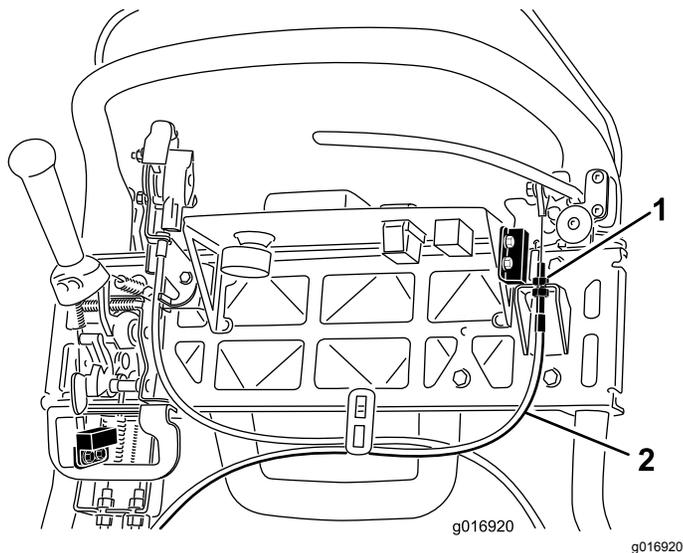

Рисунок 43
3. Для увеличения натяжения троса ослабляйте верхнюю контргайку троса и затягивайте нижнюю контргайку троса (**Рисунок 43**) до тех пор, пока усилие на рукоятке рычага тормоза, требуемое для отпускания фиксатора стояночного тормоза, не составит 156 Н.